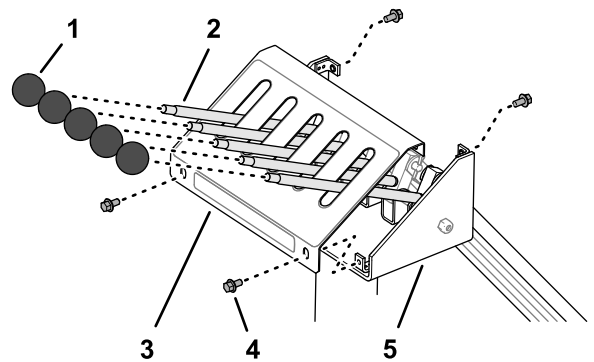

Figura 30
- Alinee la tapa sobre las palancas (Figura 30).
- Sujete la tapa a la consola de control (Figura 30) con los 4 tornillos con arandela prensada que retiró en Retirada de la tapa de la consola de control (página 11).
- Enrosque los 3 pomos que retiró en Retirada de la tapa de la consola de control \(página 11\) y los 2 pomos del kit de conversión de 5 a 7 en las palancas (Figura 30).